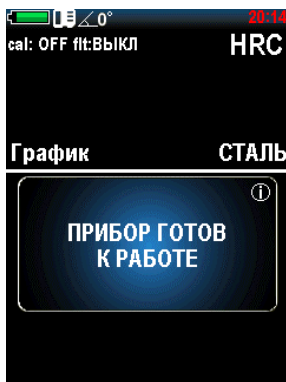

Рисунок 2.14 – Установка угла
5. Выбрать нужную шкалу твердости, для чего нажатием клавиши «» открыть меню выбора, где клавишами «» и «» выбрать нужную шкалу (Роквелла С (HRC), Роквелла В (HRB), Бринелля (HB), Виккерса (HV), Роквелла В (HRB), Шора (HS), Либа (HL), измерения предела прочности ( $\sigma_B$ ) на растяжение изделий из углеродистых сталей перлитного в соответствии с ГОСТ 22791-77 (МРА), пользовательскую (U1, U2, U3)).
8. Нажмите клавиши «» или «», чтобы установить угол измерения. Фиксированный угол отображается в верхней части дисплея (рис. 2.14). Угол 0 градусов соответствует вертикальному положению преобразователя, спусковой кнопкой вверх.